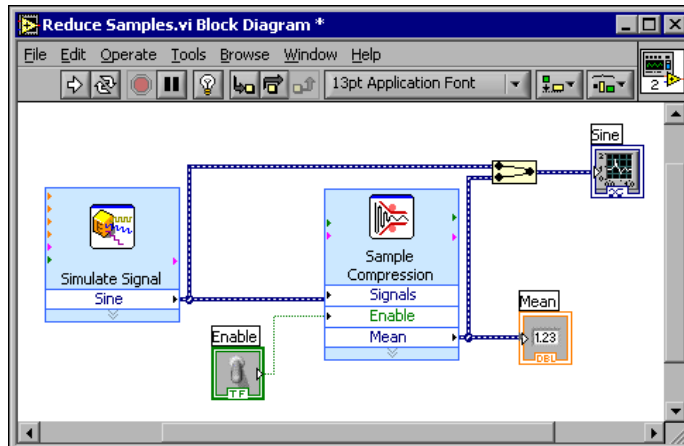

Figura 3-2 Lo schema a blocchi per il VI Reduce Samples.
6. Disporre gli oggetti nello schema a blocchi in modo che appaiano simili a quelli mostrati nella Figura 3-2.